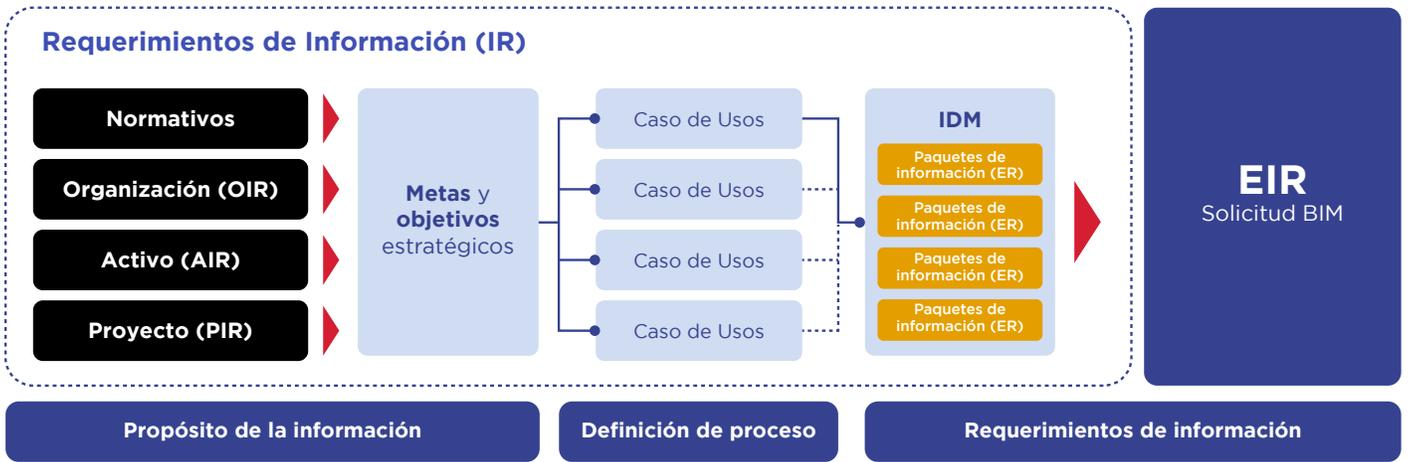

Ilustración 1: Relación entre propósito de la información, caso de usos e IDM. (Fuente TDC LAB)
La **Ilustración 1** presenta el proceso de definición de los **Requerimientos de Intercambio de Información (EIR)** en un proyecto BIM según la ISO 29481. El proceso comienza con la entrada de información desde cuatro fuentes: **Normativos**, **Organización (OIR)**, **Activo (AIR)** y **Proyecto (PIR)**, que definen las metas y objetivos estratégicos lo cual permite **identificar el propósito de la información**. Estos objetivos se traducen en casos de uso específicos, que permiten identificar intercambiables o paquetes de información (ER). Finalmente, los paquetes de información a solicitar se consolidan en los **Requerimientos de Información o solicitud BIM del proyecto (EIR)**.